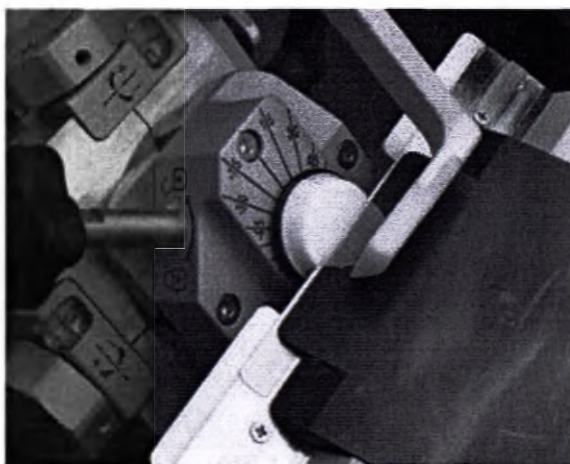

Рисунок 8.65
5. Выполните срезы в соответствии с одной из процедур, описанных ниже (правильно расположенная лапка будет аккуратно продвигать срез и защищать его от вращения) (Рисунок 8.65):